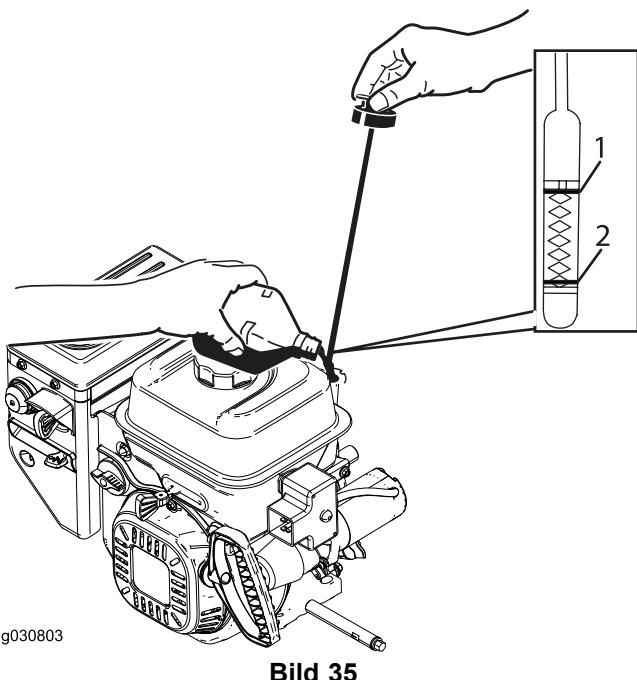

Bild 35
2. Nehmen Sie den Peilstab heraus und prüfen Sie den Ölstand (Bild 35). Füllen Sie Öl nach, wenn der Ölstand unter Auffüll-Marke am Peilstab steht. Siehe (Seite).